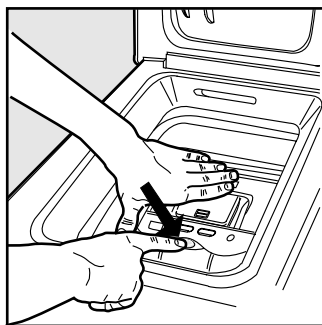

Fig. 2
B) Ouvrez ensuite les Portes du tambour à l'aide de vos deux mains comme indiqué sur la Fig. 2):
- appuyez sur la touche indiquée par la flèche sur la Fig. 2) et tout en appuyant légèrement vers le bas posez une main pour éviter que les portes ne vous fassent mal aux doigts en s'ouvrant soudainement;